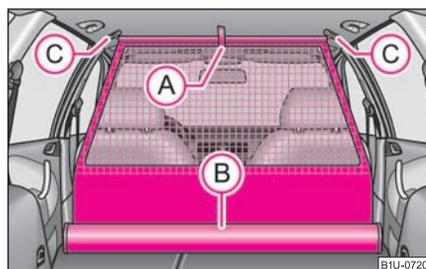

Fig. 82 Sortir le filet de séparation
- Sortez le filet de séparation du boîtier (B) en le tirant au niveau de la bride (A) ⇒ page 76, fig. 82.
- Mettez la tige transversale dans l'appui (C) d'abord sur un côté et poussez-la vers l'avant.
- De la même manière, fixez la tige transversale de l'autre côté du véhicule, appui (C).